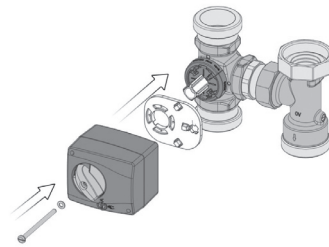

Abb. 19
6. Verdrehsicherung (9) auf 3-Wege-Mischhahn legen (Abb. 19).
7. Stellmotor auf Adapter (3) aufsetzen (Abb. 19).
8. Schraube (4) mit Fächerscheibe (5) mit einem Drehmoment von 5 Nm anziehen (Abb. 19).